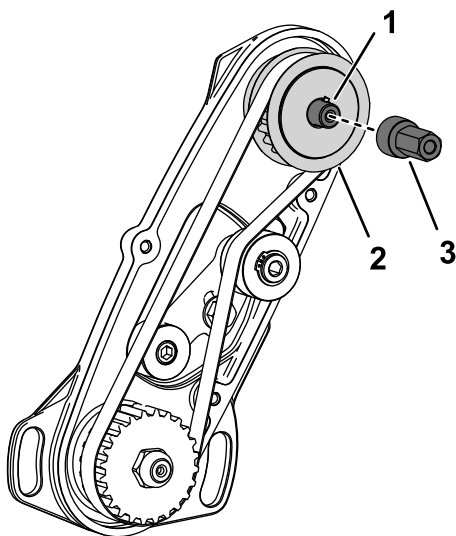

図 8
4. 駆動プーリが動かないように押さえながら、リール駆動シャフトに駆動ハブを取り付ける 図 8。